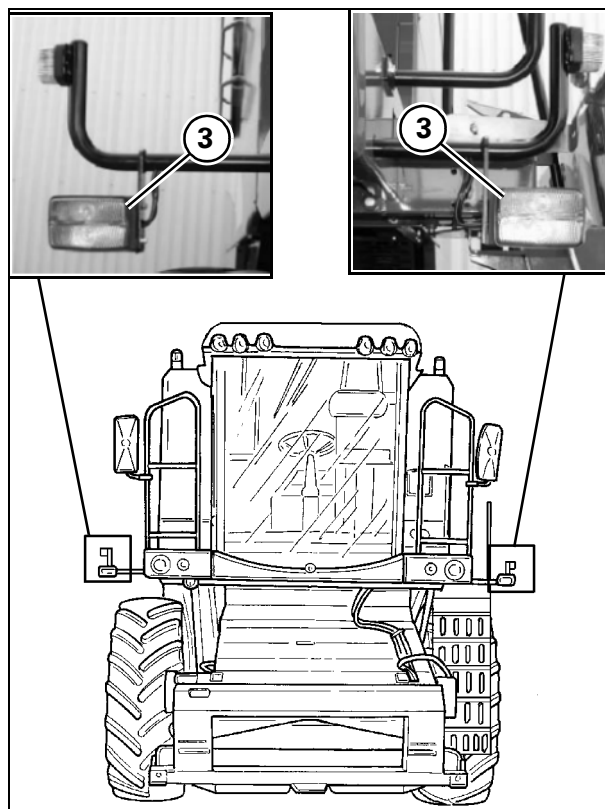

Рис. 88
- при первой сборке комбайна или при замене шин другими шинами из числа сертифицированных (см. таблицы на стр. 11-2) необходимо отрегулировать положение габаритных фонарей и передних стояночных фонарей (3), чтобы они соответствовали габаритным размерам машины (Рис. 88).